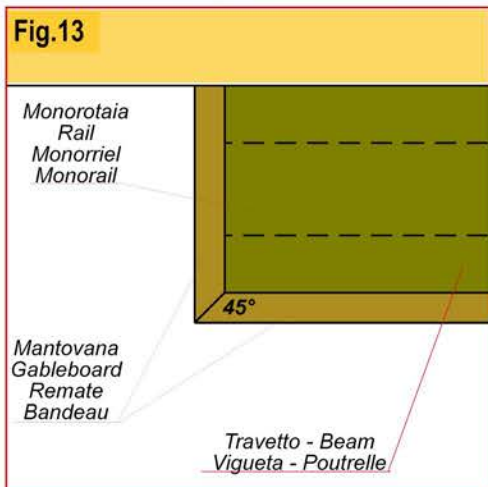

Fig.13
- Tagliare il copritravetto ad una lunghezza pari a  $L+P+92$  mm. I tagli devono essere effettuato a  $45^\circ$ . Dallo spezzone avanzato di copritravetto, tagliare due tratti di 78 mm, avendo cura di effettuare un taglio a  $45^\circ$  sul lato che sarà opposto al muro (Fig.13). Questi spezzoni andranno fissati sul fianco del travetto mediante l'applicazione di uno strato di colla per legno.
- Couper le couvre-soliveau à une longueur pair à  $L + P + 92$  mms. Le coupe doit être effectué à  $45^\circ$ . Du morceau avancé du couvre-soliveau, couper deux traits de 78 mms., en ayant soin d'effectuer un coupe à  $45^\circ$  sur le coté qui sera opposé au mur (Fig. 13). Ce dernier morceau sera fixé sur le coté du soliveau par l'application d'une couche de colle pour bois.
- Cortar el cubre-vigueta a un ancho a una longitud igual a  $L + P + 92$  mms. El corte debe efectuarse a  $45^\circ$ . Del pedazo avanzado del cubre-vigueta, cortar dos piezas de 78 mms., al tener cuidado de efectuar el corte a  $45^\circ$  en el lado opuesto a la pared (Fig. 13).